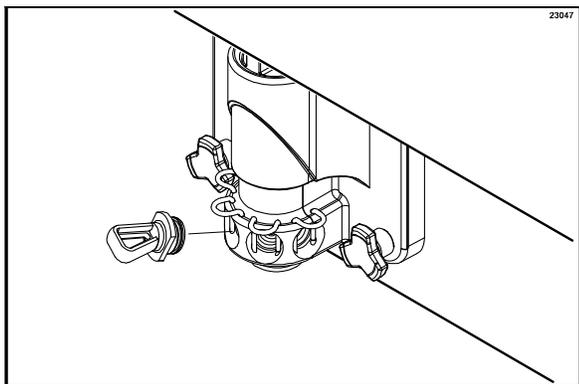

図59
15. 各リテーナーピンを上げます。シロップホールプラグをドアのシロップポートに取り付けます。リテーナーピンを下げプラグを固定します(図59を参照。)